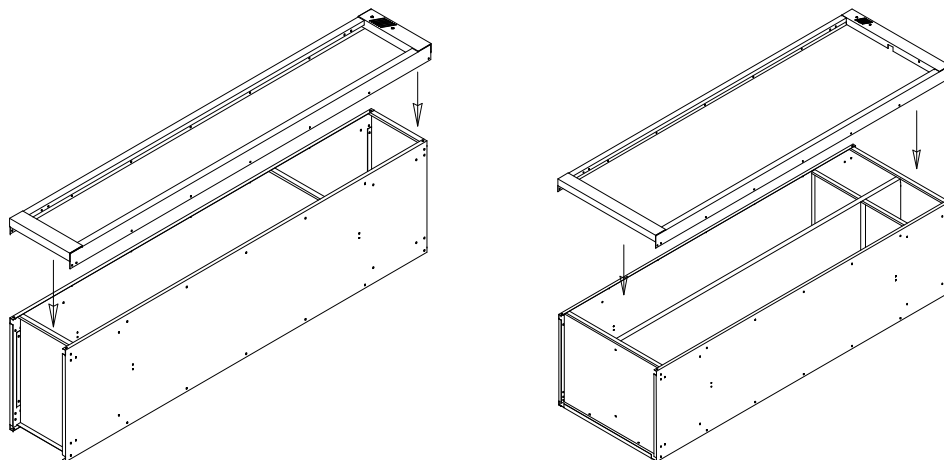

Рис.5
3.5. Установить панель лицевую. Отверстия для вентиляции расположить в верхней части шкафа. Закрепить заклёпками на боковинах. (Рис.5)